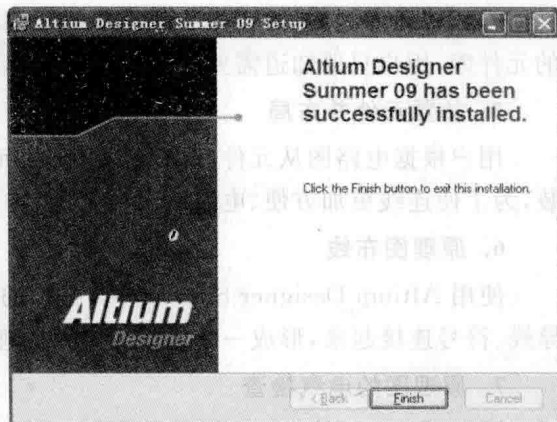

图 1-10 安装完毕窗口
(10) 文件复制完成后,系统弹出如图 1-10 所示的安装完毕窗口,单击“Finish”按钮。